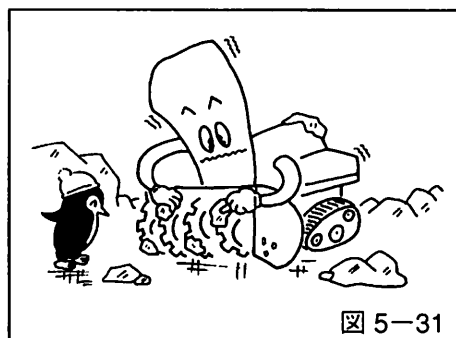

図 5-31
1. オーガケース内とブロワ部分の雪や氷などを丁寧に取り除いてください。(図5-31参照)